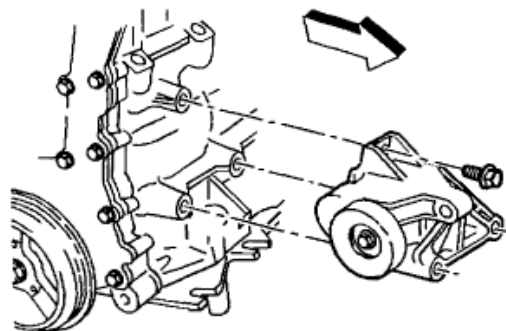

Figure 2
7. Remove the alternator mounting bolt closest to the front of the engine. Loosen (several turns), but do not remove the other upper alternator mounting bolt. Now raise the vehicle and remove the last (lower) alternator mounting bolt. Now the alternator can be relocated to gain access to the upper tensioner/bracket bolt. Remove the upper tensioner/bracket mounting bolt and remove from assembly from engine compartment. Figure 2.
9. To install the new tensioner/bracket onto the engine, install and finger tighten the upper bolt. Figure 2. Next, install loosely, the A/C mounting bolts in the bottom of the tensioner bracket. This will help align the tensioner bracket. Now tighten the upper tensioner bracket bolt to 54Nm / 40 ft lbs. Remove the A/C mounting bolts now.
7. Retirez les boulons de montage de l'alternateur qui se trouvent le plus près de l'avant du moteur. Desserrez (de plusieurs tours), sans le retirer le boulon de montage du haut de l'alternateur. Soulevez maintenant le véhicule et retirez le dernier boulon de montage (du bas) de l'alternateur. Vous pouvez maintenant déplacer l'alternateur pour accéder au boulon de support supérieur du tendeur. Retirez ce boulon et retirez-le de l'ensemble du compartiment moteur. Figure 2.
9. Pour installer le nouveau tendeur/support dans le moteur, posez le boulon du haut et serrez-le à la main. Figure 2. Puis posez, sans trop les serrer, les boulons de montage A/C au bas du support du tendeur. Cela vous permettra de centrer le support du tendeur. Serrez maintenant le boulon du haut du support à 54Nm / 40 ft lb. Retirez les boulons de montage A/C.